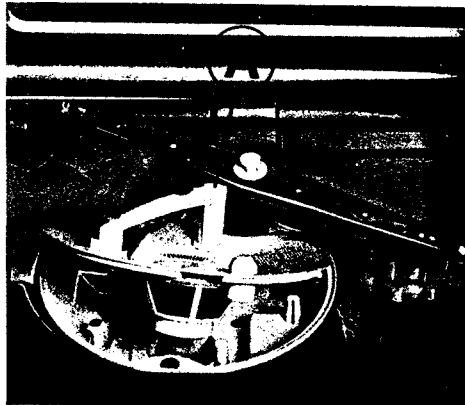

Fig. 31
Si au contraire le filtre monté est celui en fig. 31, procéder de la façon suivante:
- Enlever le filtre circulaire A (fig. 31)
If the filter fitted to your dishwasher is similar to that of fig. 31, proceed as follows:
- To remove, lift upwards the circular filter «A» (fig. 31).
Falls die Maschine die in Abb. 31 abgebildete Filtergruppe montiert, muß man wie folgt vorgehen.
- Filter A herausziehen (Abb. 31)
Se invece il filtro montato sul Vostro lavastoviglie è simile a quello della fig. 31 procedere nel seguente modo:
- Togliere il filtro circolare A (fig. 31).